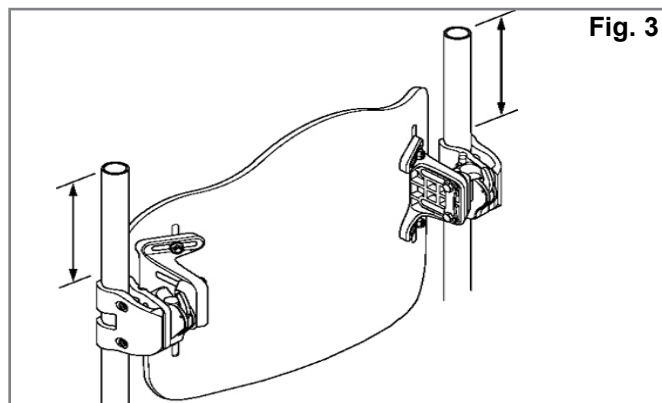
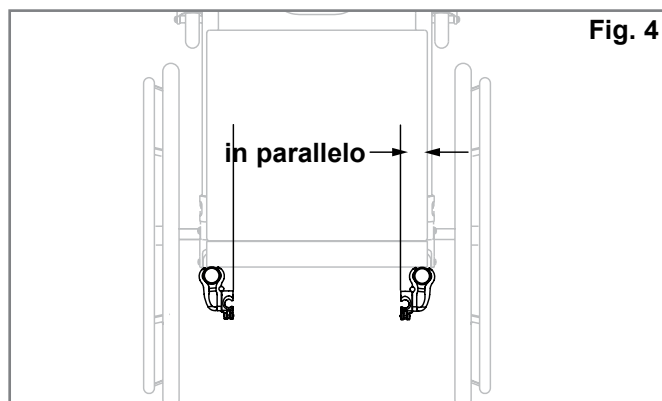

Fig. 3
Fig. 4
Istruzioni per il montaggio dei supporti del sistema di aggancio (Fig. 3, 4, 5)
2. Determinare la posizione sui montanti dello schienale dove si desidera montare i supporti. I supporti devono essere montati più o meno alla stessa altezza su ogni montante (Fig. 3) e parallelamente al telaio del sedile (Fig. 4). Si consiglia di posizionare i supporti sulla parte alta dei montanti.